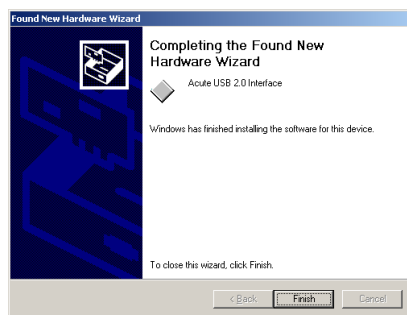

Figure 5
6. Нажмите “Finish” (Figure 5) когда драйвер будет установлен .